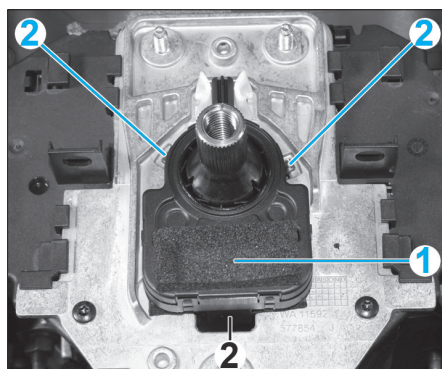

Fig. 6
- Dégrafer le capteur angle volant de direction (1) en (2) (Fig.6).
- Débrancher le connecteur derrière le capteur angle volant de direction (1).